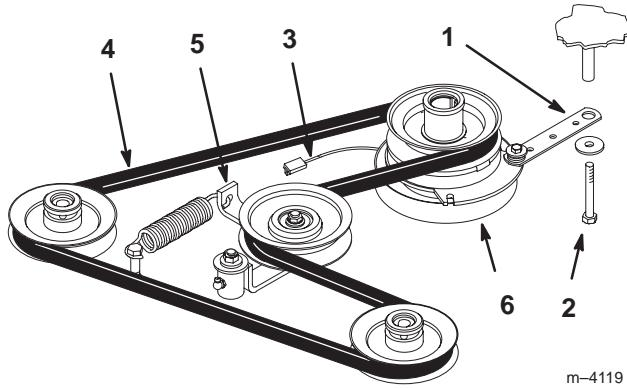

Figure 63
2. Enlevez le boulon de la barrette d'embrayage et débranchez le fil de l'embrayage électrique (Fig. 63).
3. Écartez la poulie rappelée par ressort. Déposez la courroie de transmission des poulies du moteur et de la pompe hydraulique (Fig. 63).
4. Installez la courroie neuve sur les poulies du moteur et de la pompe hydraulique (Fig. 63).
5. Écartez la poulie rappelée par ressort, alignez la courroie, puis relâchez-la (Fig. 63).